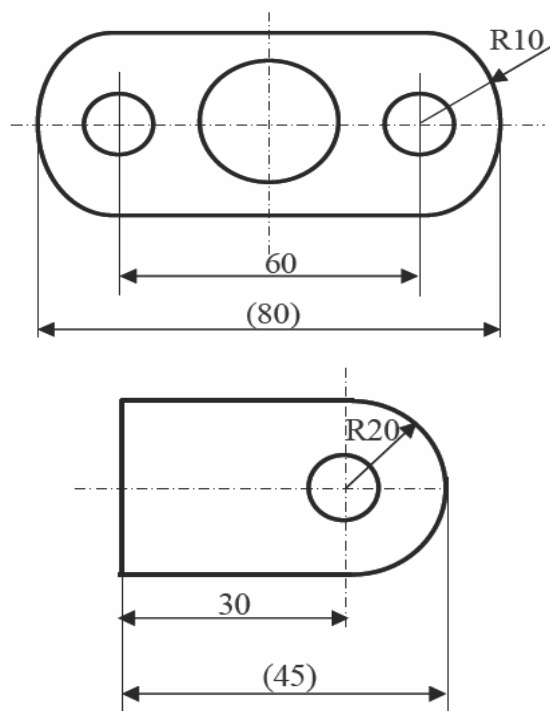

Figura 4.7. Clasificarea cotelor din punct de vedere al criteriului geometric constructiv
- cote de poziție – sunt acele cote funcționale care se referă la o dimensiune necesară pentru determinarea poziției reciproce a formelor geometrice care compun forma principală a piesei – cota 60 și cota 30 din figura 4.7;
- cote de formă – sunt acele cote care pot fi funcționale sau nefuncționale și se referă la o dimensiune ce stabilește forma geometrică a piesei – cota R10 și R20 din figura 4.7;
- cote de gabarit – sunt acele cote care se referă la o dimensiune maximă a piesei. Ele pot fi funcționale sau auxiliare, în funcție de configurația piesei reprezentate și rolul funcțional al acesteia – cota (80) și (45) din figura 4.7;